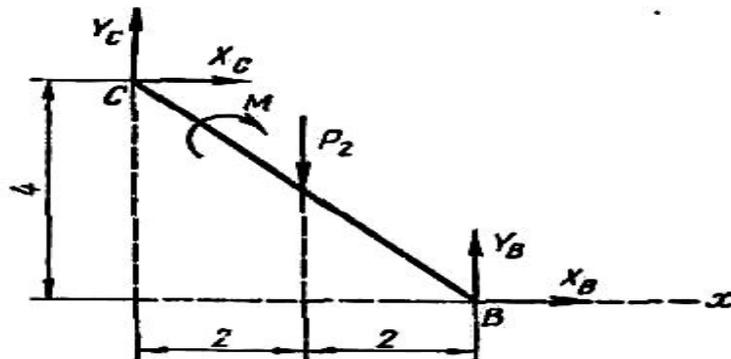

Рис.3
Уравнение (3), содержащее два неизвестных, не позволяет определить их числовые значения. Рассмотрим теперь систему уравновешивающихся сил, приложенных к правой части конструкции (рис. 3).